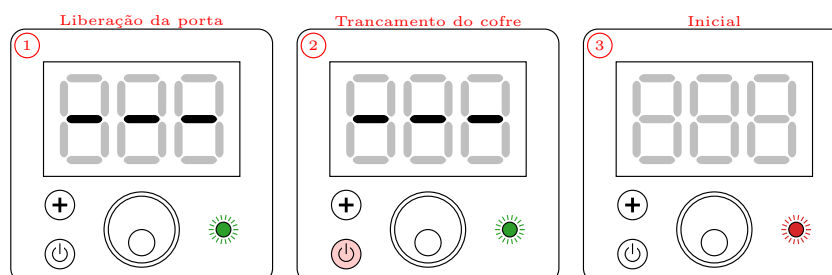

Figura 5: Infográfico da trancamento do cofre
O infográfico da Figura 5 apresenta o detalhamento do procedimento de trancamento do cofre. Estando na tela de liberação da porta (1), o usuário deverá pressionar o botão de inicializar o processo (2), o que retornará o cofre para o seu estado inicial (3) com os displays apagados e o led RGB na cor vermelha indicando que a trava do cofre foi fechada.